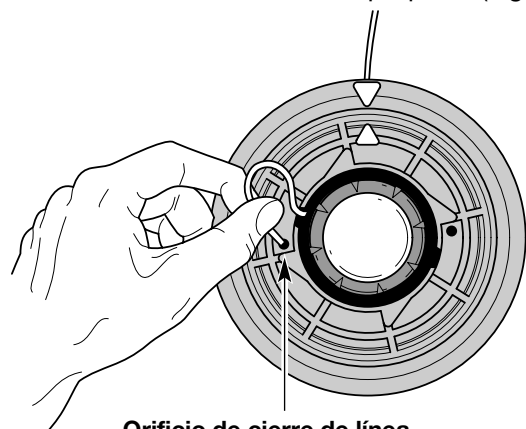
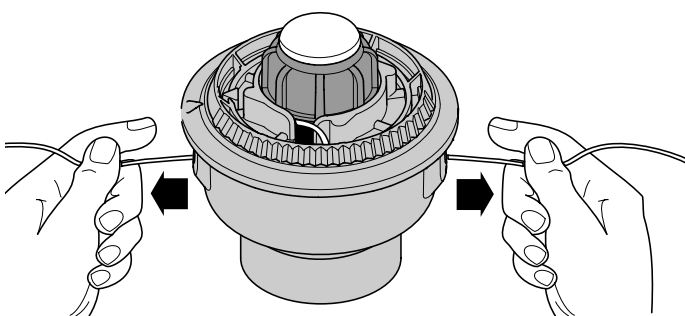

Fig. 17
Fig. 20
5. Inserte la línea en el orificio de cierre (Fig. 20). No empuje la línea más de 12,7 mm (1/2 pulgada) dentro del orificio de cierre. Cuando la línea está bien insertada, formará un bucle pequeño (Fig. 17).
9. Si el bobinado de la línea se torna dificultoso o la línea se enreda, tire de los extremos de la línea de la bobina. Continúe bobinando el carrete interior en sentido antihorario (Fig. 20).
4. Sostenga el carrete interior en su lugar e instale la botón de tope, el resorte y el sello de espuma presionando y girando el botón de tope en sentido horario. Tome los extremos y tire con firmeza para soltar la línea de las ranuras de fijación en el carrete interior (Fig. 20).
Si el SpeedSpool® no suelta línea en forma correcta, tire firmemente de los extremos de la línea de la bobina (Fig. 20). Si al hacer esto la línea no se suelta, siga las instrucciones de *limpieza del SpeedSpool®* a continuación.